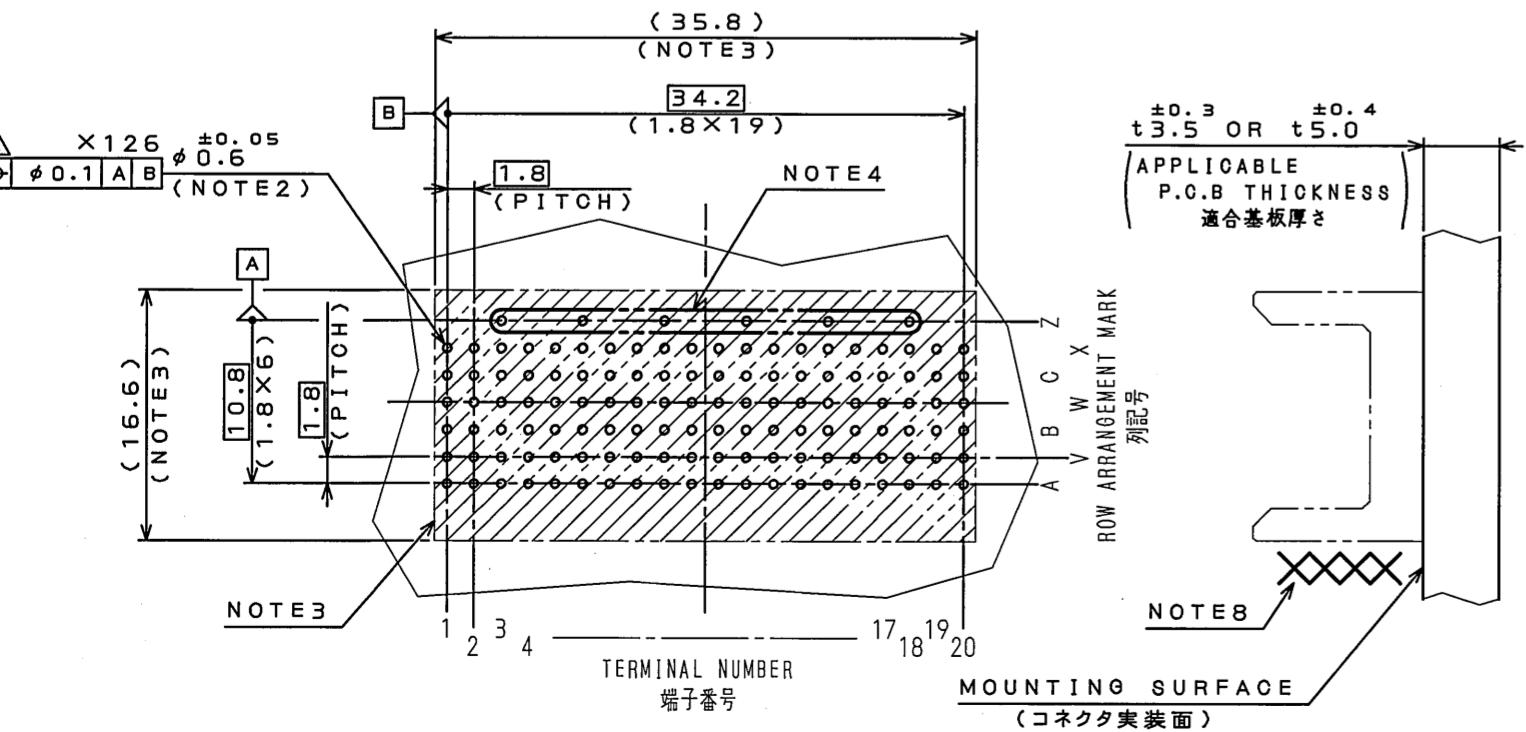

FIG.3 APPLICABLE P.C.B. DIMENSION (REF.)
3. [Hatched Area]: CONNECTOR MOUNTING AREA (FIG.3 REF.).
4. [Dashed Circle]: THE 6 THROUGH-HOLES IN Z-ROW IS SHORT-CIRCUITED (FIG.3 REF.).
3. [Hatched Area]はコネクタ実装領域を示す(FIG.3 参照)。
4. [Dashed Circle]内のZ列のスルーホールは、コネクタ構造上同一端子である(FIG.3 参照)。